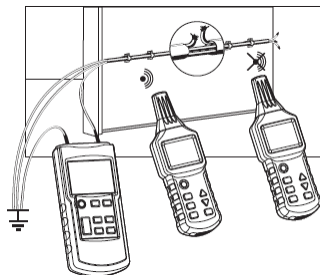

Fig. 3-1-3
- Všechny nepotřebné vodiče musí být připojeny k zemnění podle obrázku Fig 3-1-3.
- Připojte vysílač k jednomu vodiči a k zemnění podle obrázku Fig 3-1-3.